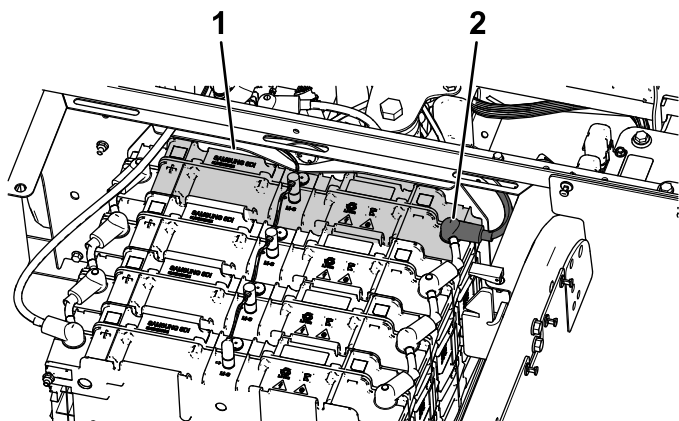

Figura 41
1. Rimuovete la guaina protettiva del morsetto negativo (-) della batteria dal pacco batterie anteriore (Figura 41).